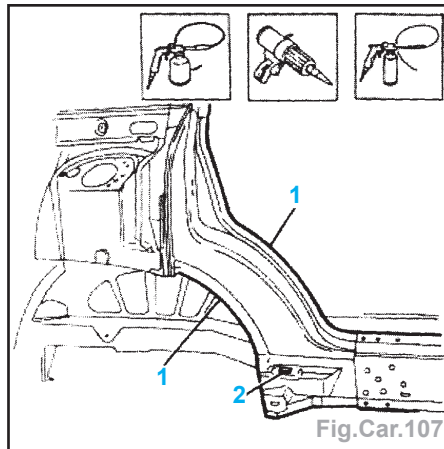

Fig.Car.107
- Effectuer la protection à l'intérieur (2) (Fig.Car.107).